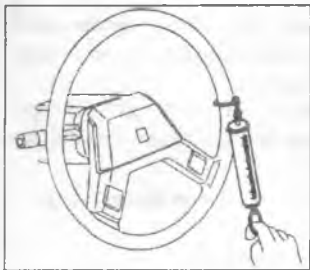

Рис.236
3. Проверьте усилие проворачивания рулевого колеса при его повороте на 360° относительно положения рулевого колеса, соответствующего движению автомобиля по прямой (Рис.236). Усилие проворачивания рулевого колеса должно быть в пределах 2,0-3,0 кг. Если проверка осуществляется с поднятым передком автомобиля настолько, что колеса не касаются земли, усилие